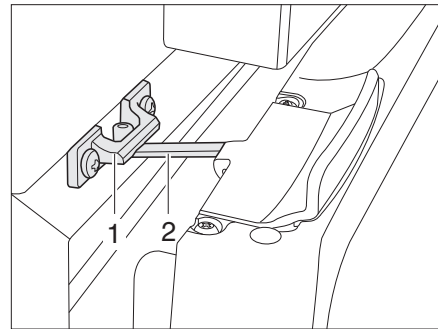

Fig. 134 Puerta del frigorífico en posición de ventilación (Thetford)
- Abrir el bloqueo (Fig. 134,2) y engatillarlo en el alojamiento del bloqueo (Fig. 134,1). De este modo, la puerta del frigorífico quedará ligeramente abierta.